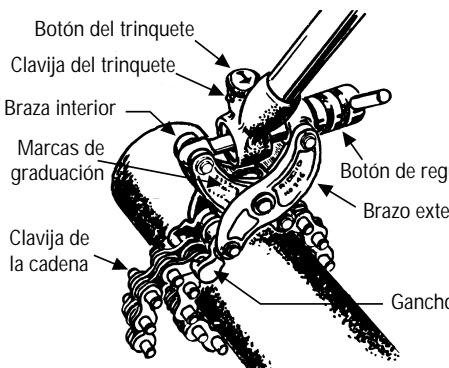

Fig.1
5. Gire el botón del trinquete de manera que la punta de la flecha esté dirigida en la dirección del mango rojo. (Véase fig. 1). La cadena debe ser colocada correctamente para asegurar una amplia acción de corte.